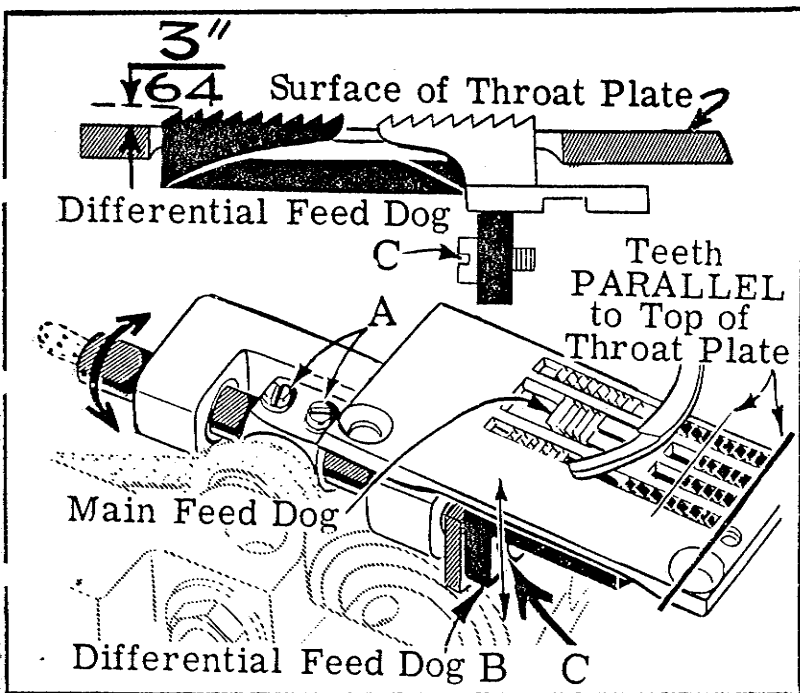

Fig. 27
Fig. 27 El alimentador (dientes de alimentación) diferencial (B) deberá ajustarse para sobresalir el espesor de un diente completo por encima de la plancha-aguja en el punto máximo superior de su recorrido y centrarse de adelante hacia atrás en las aberturas para los dientes de la plancha-aguja en el recorrido del alimentador máximo.